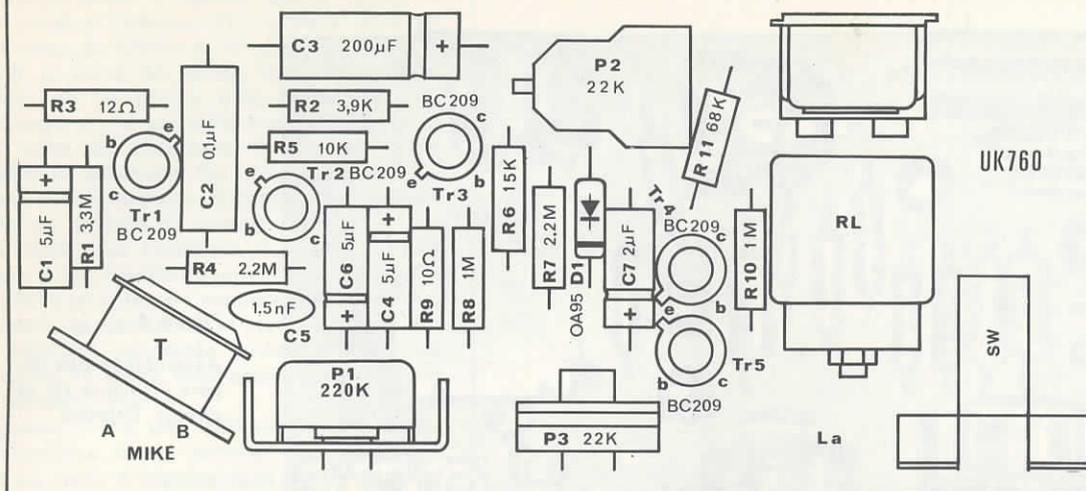
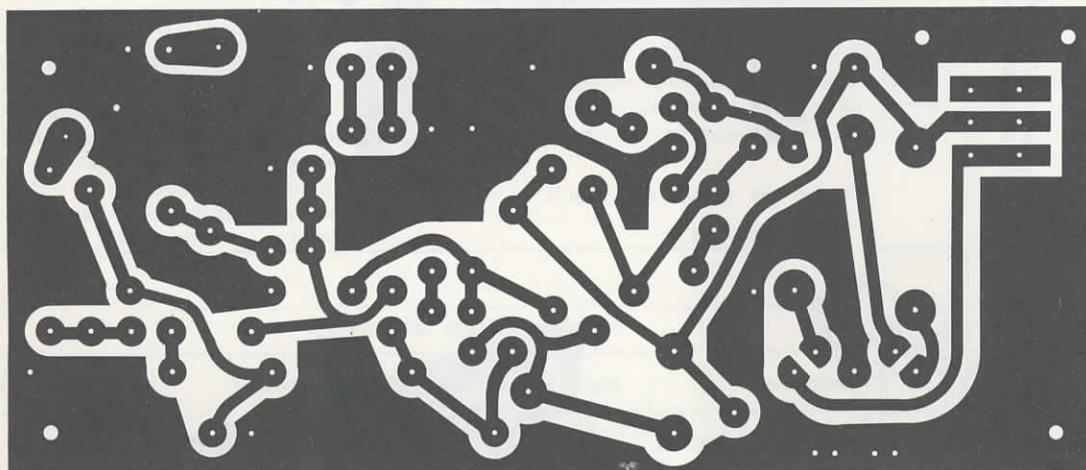

Figure 2
Figure 3
La figure 2 indique la disposition des différents composants sur le circuit imprimé. La figure 3 donne la gravure du cuivre de ce même circuit imprimé.
- Monter le potentiomètre P3 de 22 kΩ comme sur la figure 3 tandis que pour le potentiomètre P1 de 220 kΩ il faut suivre le détail de la figure 5 dans lequel on remarque que le potentiomètre est d'abord fixé sur l'équerre-support avec l'écrou et la rondelle et ensuite le tout est introduit dans les trous spéciaux. Puis on soude les bornes du potentiomètre.